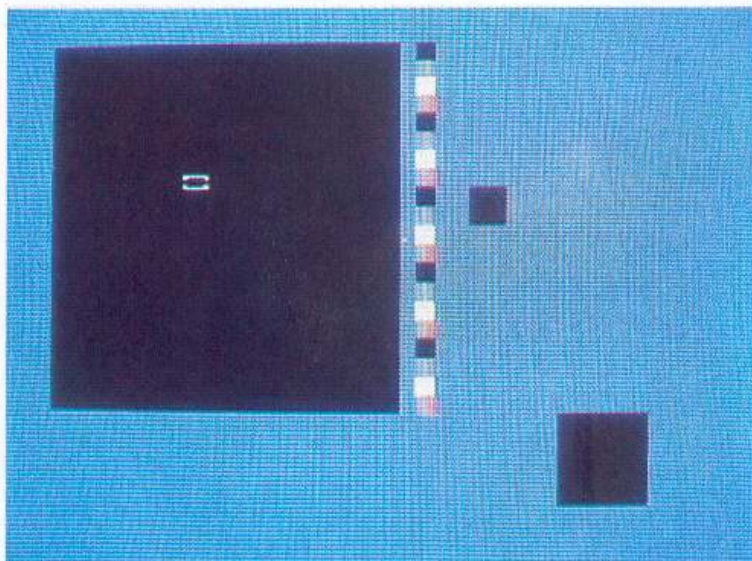

Figura 5.
• **Paint block.** Con questa opzione si seleziona una particolare modalità di definizione del blocco scelto. Selezionata l'opzione compare la schermata di lavoro riprodotta in figura 5.